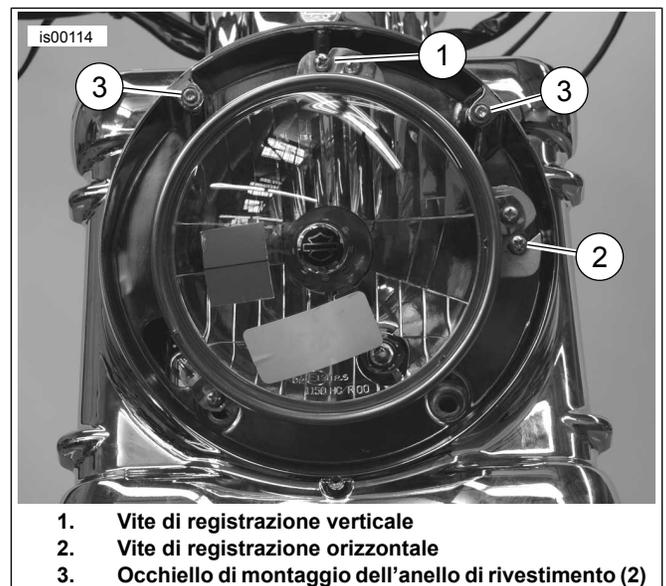

Figura 8. Regolazione del faro anteriore
- a. Vedere Figura 8. Spostare in alto o in basso il fascio di luce del faro, come necessario, girando la vite di registrazione verticale (1). Girare la vite in senso orario per alzare il fascio di luce e in senso antiorario per abbassarlo.
- b. Spostare a destra o a sinistra il fascio di luce del faro anteriore, come necessario, girando la vite di registrazione orizzontale (2). Girare la vite in senso orario per regolare il fascio di luce a destra o in senso antiorario per regolarlo a sinistra.